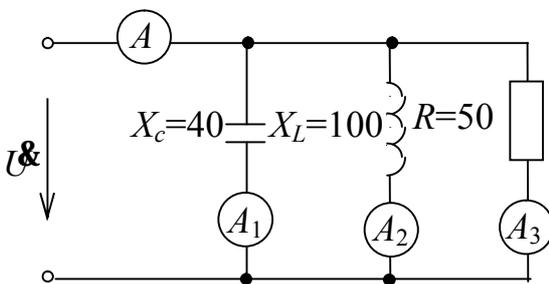

Рис. 5.2
**Задача 5.2.** Определить, исходя из данных таблицы 5.2, показания амперметров, если  $U = 220$  В. Параметры элементов указаны на схеме в Ом (рис.5.2). Построить векторную диаграмму токов и напряжений.